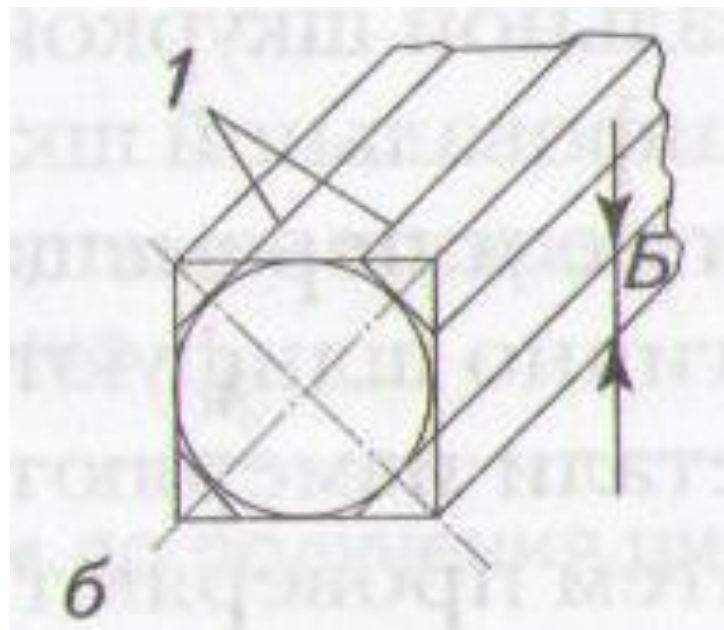

Рис. 1, б
- Перед изготовлением детали круглого сечения из бруска производят ее разметку. Для этого на торцах заготовки пересечением диагоналей находят центр и циркулем описывают вокруг него окружность радиусом, равным $0,5$ диаметра заготовки (рис. 1,б)